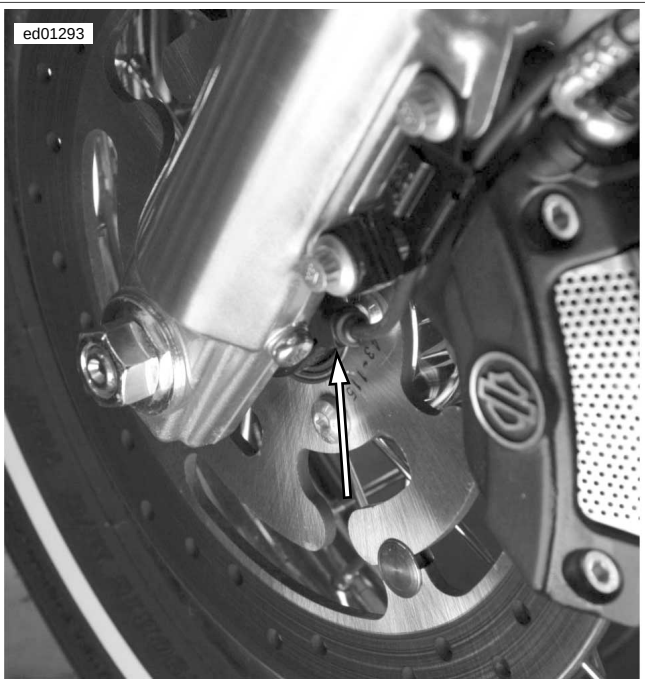

Figura 6-2. Sensor de velocidad de la rueda delantera
- Vea Figura 6-2. Sensor de velocidad de la rueda delantera.